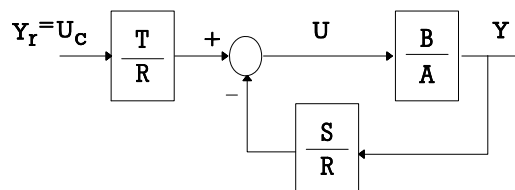

Figura 21
- 3) Si la solución en este caso es (con referencia a la Figura 21)  $T = 0$ ,  $R = FB$ ,  $S = q^{-1}G$ , donde  $F$  y  $G$  se obtienen de  $C(q^{-1}) = A(q^{-1})F(q^{-1}) + q^{-(d+1)}G(q^{-1})$ , resolver la ecuación diofántica (por identificación de coeficientes) y determinar la  $H_c(z)$  del corrector  $\equiv \frac{U(z)}{Y(z)}$ .